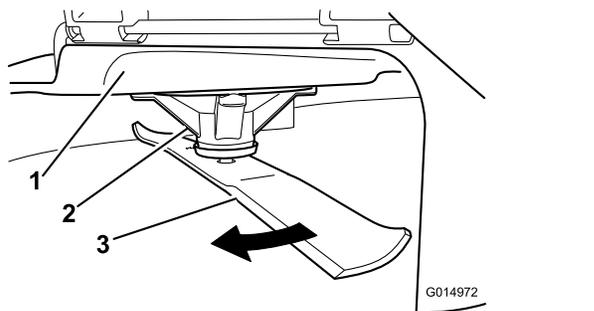

Figura 57
2. Indossando guanti ben imbottiti o altra protezione per le mani adeguata ruotare lentamente la lama da misurare in una posizione che consenta la misurazione effettiva della distanza tra il tagliente e la superficie piana su cui si trova la macchina Figura 57.